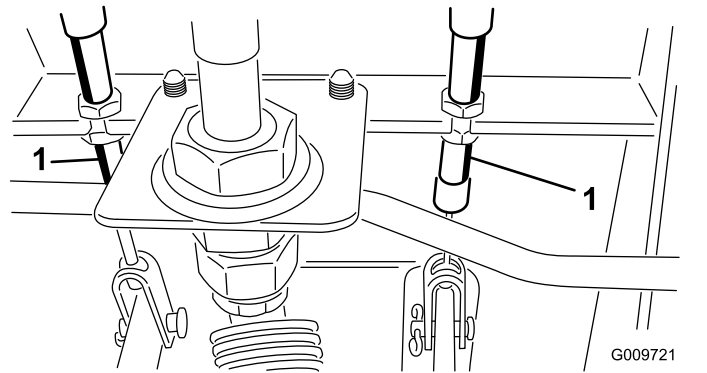

図 92
- A. ブレーキケーブル 図 92 の端にある前ナットをゆるめる。